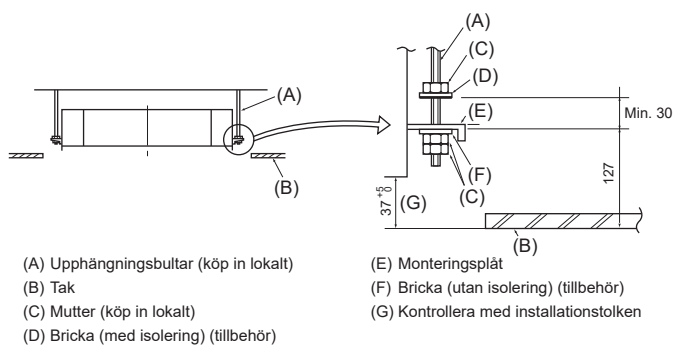

Fig. 4-6
4.6. Upphängning av enheten (Fig. 4-6)